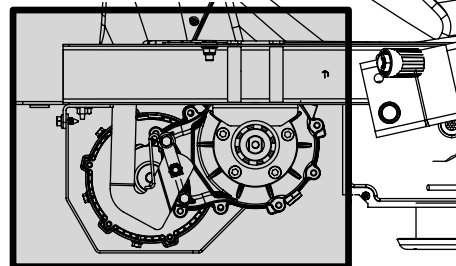

Figura 4-2
- Limpie alrededor y cerca de la transmisión, del eje y del área del ventilador. Consulte la Figura 4-2.